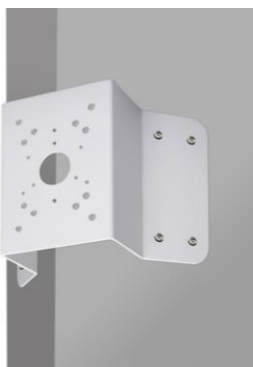

Рисунок 1.5 – Определение точек крепления кронштейна на установочной поверхности
1. Используя угловой кронштейн, отметьте точки крепления на установочной поверхности (Рисунок 1.5) и просверлите 4 отверстия (диаметр 8 мм, глубина не менее 25 мм) в установочной поверхности.